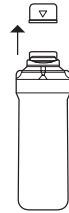

Figura 38.
5. Toma cada Cartucho y retira la tapa que protege a su conector (ver Figura 38).